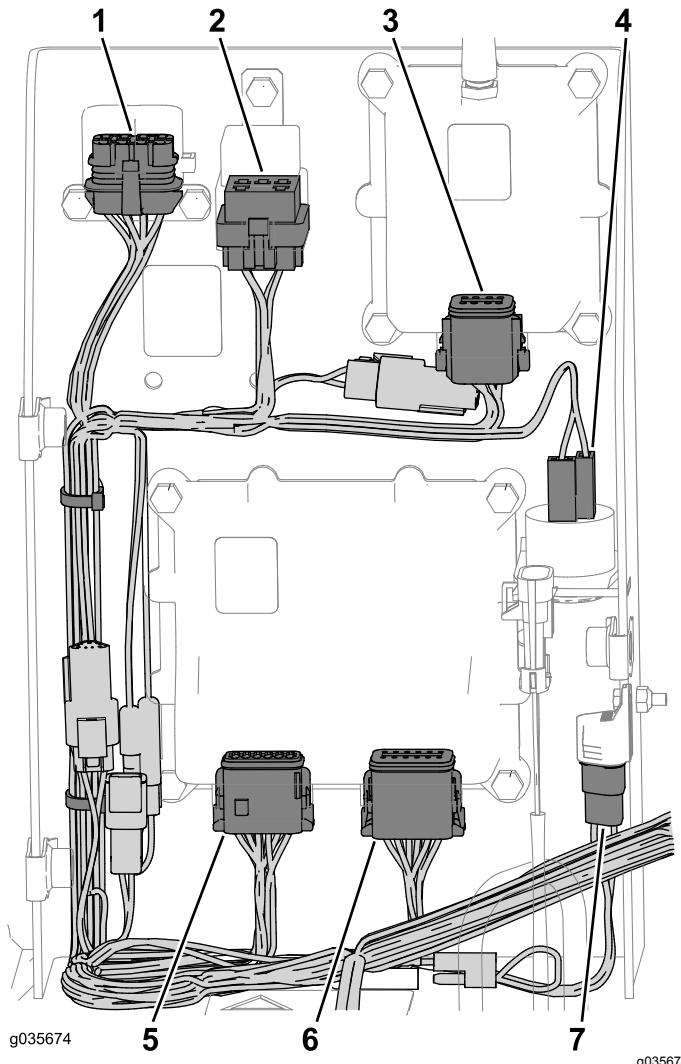

Figure 21
3. Observez le code de couleur et les détrompeurs des connecteurs pour branchez le connecteur correct à la prise du composant (Figure 21).